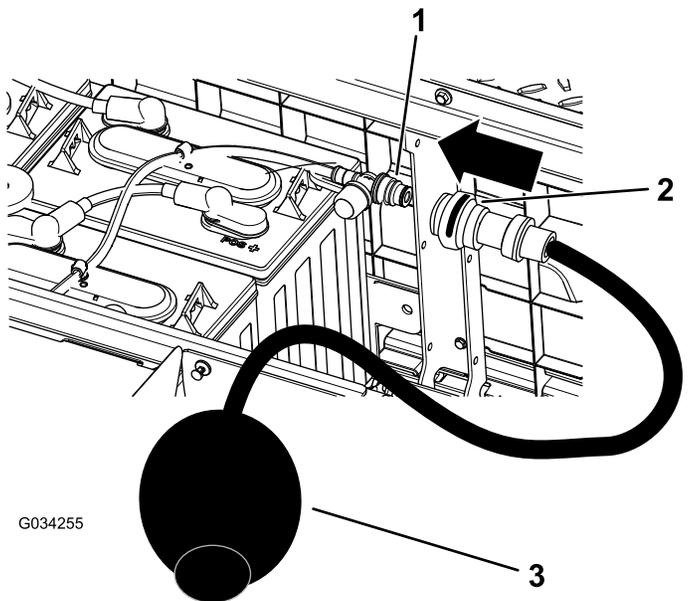

図 40
4. 水補給口に、トロの水補給用ハンドポンプをつなぐ 図 40。